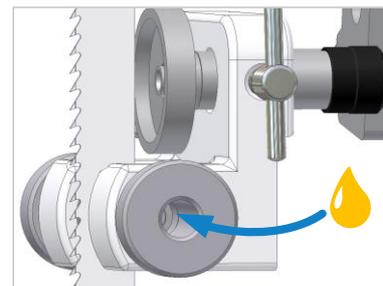

Figura 41: Lubrificar os rolos laterais
- Retirar as tampas de vedação dos rolos e adicionar algumas gotas de óleo aos rolamentos (ver ⇒ Figura 41).